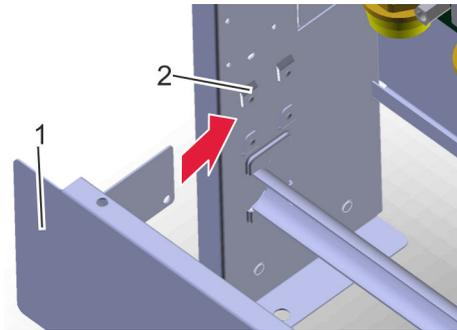

Abb. 38: Estrich-Prallblech einsetzen
10. → Estrich-Prallblech (Abb. 38/1) in die Klemmbleche (Abb. 38/2) schieben.